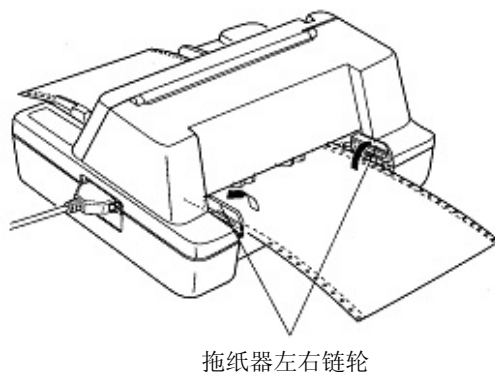

图 3-7 将连续纸安装在拖纸器上
5. 打开拖纸器左右链轮的链轮盖，将纸装入拖纸齿形带上（如图 3-7 所示）。